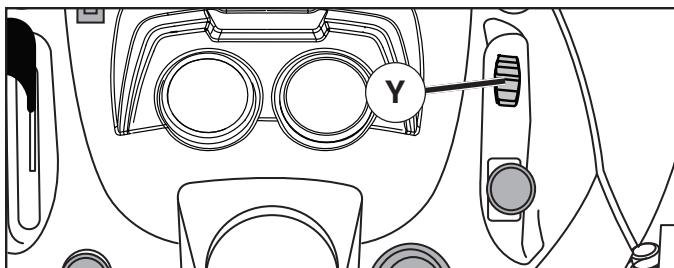

Fig. 14
## CÓMO USAR EL CONTROL DEL CIERRE DIFERENCIAL (Y) (Ver la Fig. 14)